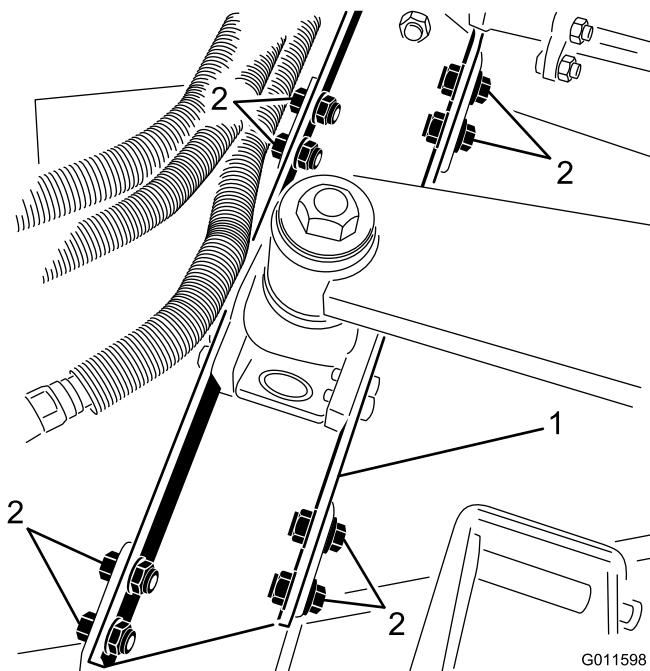

Figure 6
2. Retirez les (8) boulons, rondelles et contre-écrous qui fixent le support de bras de relevage aux supports du plateau de coupe (Figure 6).